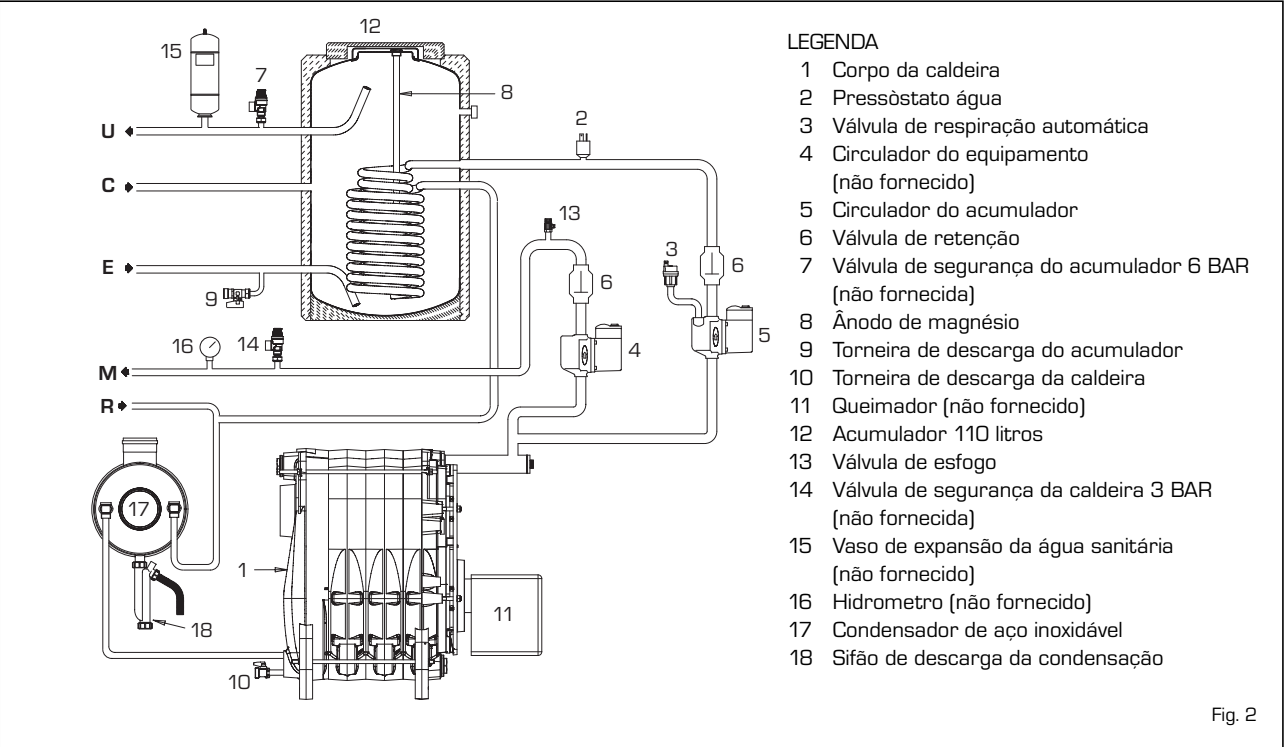

Fig. 2
2.3.1 Acessórios a instalar [fig. 2]
Para facilitar esta operação colocar horizontalmente a ranhura do parafuso de aperto da válvula de retenção [6 fig. 2].